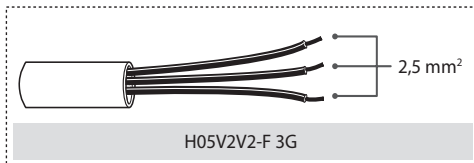

Fig.7
• **Connessioni elettriche (Fig.7):**